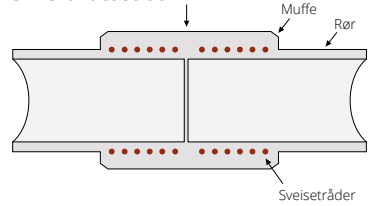

Fig. 2
- Luftbobler i sveisesonen (se fig. 2)